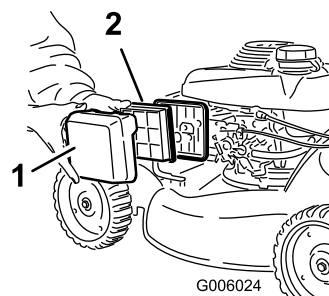

Figura 39
3. Retire el filtro de aire (Figura 39).